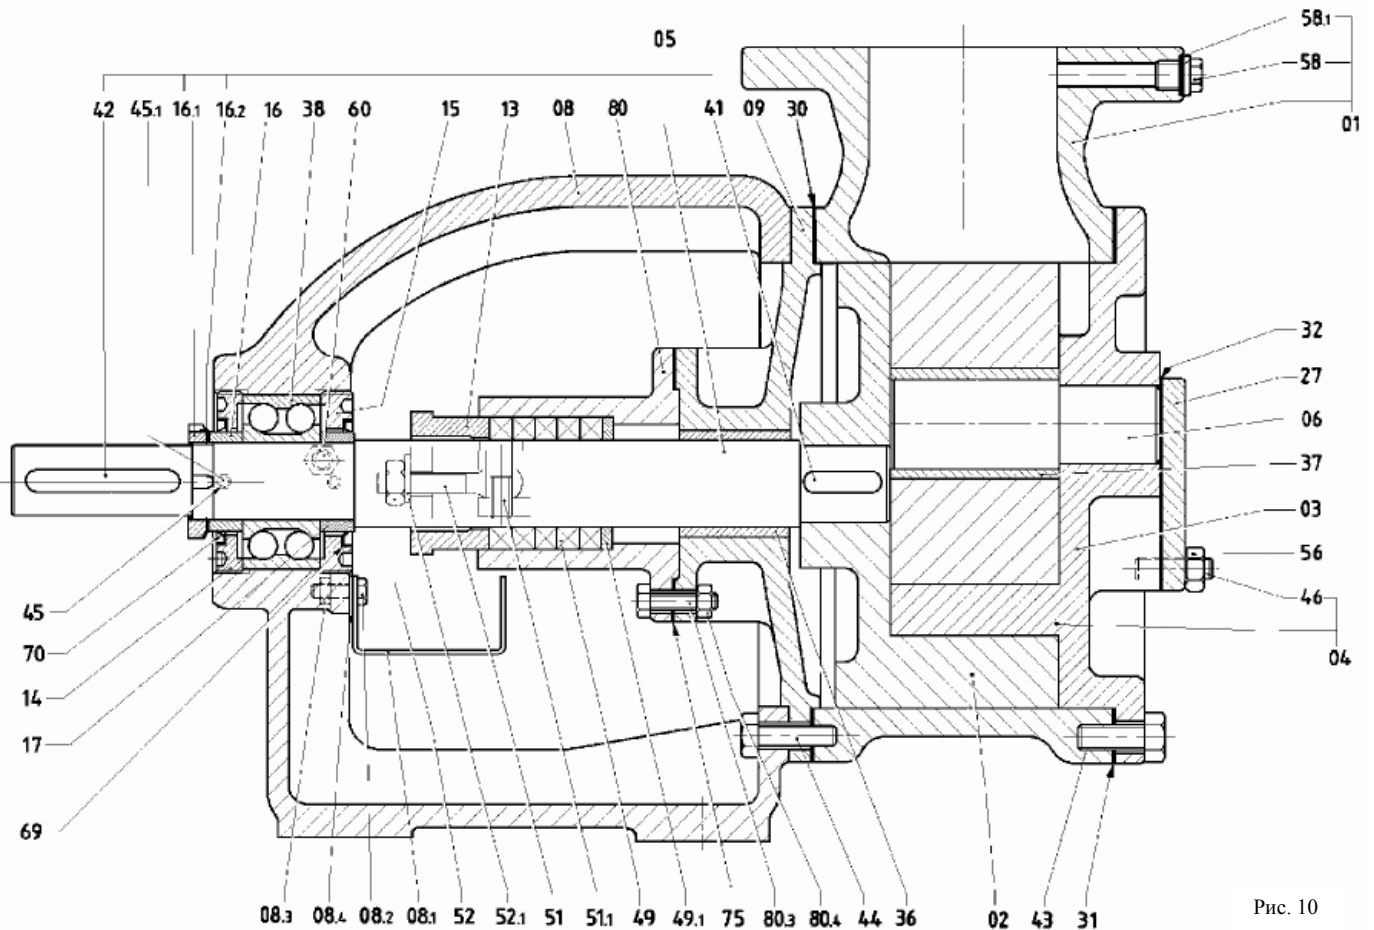

Рис. 10
11.1 Демонтаж передней крышки (04) (см. рис. 10)
- Отвинтить винты (43). Используйте два резьбовых отверстия в передней крышке (если имеются) чтобы облегчить ее демонтаж.
- При демонтаже передней крышки, будьте осторожны, чтобы не повредить прокладку (31). В случае повреждения она должна быть заменена. Не используйте поврежденные прокладки или прокладки с толщиной, отличной от толщины оригинальной прокладки.
- Выдвиньте осторожно узел передней крышка (04)/шестерня (03) из корпуса насоса. Внимание: когда передняя крышка демонтирована, шестерня может упасть, если ее не поддерживать. Это - потенциальная причина несчастного случая.
11.2 Демонтаж шестерни (03) (см. рис. 10)
- Снимите шестерню с вала (06). Втулка шестерни впрессована в нее. (Некоторые версии не имеют втулки шестерни и шестерня устанавливается на вал большего диаметра.)
11.3 Демонтаж вала шестерни (06) (см. рис. 10)
11.4 Демонтаж кожуха (01) (см. рис. 10)
- Удалите винты (44).
- Отсоедините кожух от задней крышки (09), стараясь не повредить прокладку (30). Если прокладка повреждена, замените ее.
11.5 Демонтаж шарикоподшипника (38) (см. рис. 10)